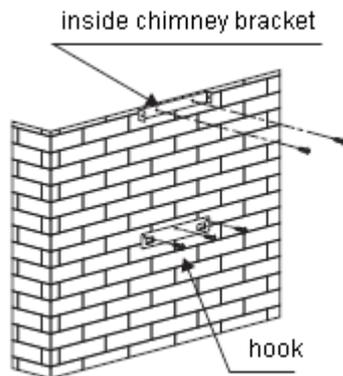

fig. 2
- Trace na parede os 3 orifícios que tem de fazer utilizando o gancho de suspensão do exaustor fornecido e respeitando a distância aconselhada (fig. 2).
- Fixe o suporte de fixação do exaustor, certificando-se de que fica totalmente nivelado (fig. 2).